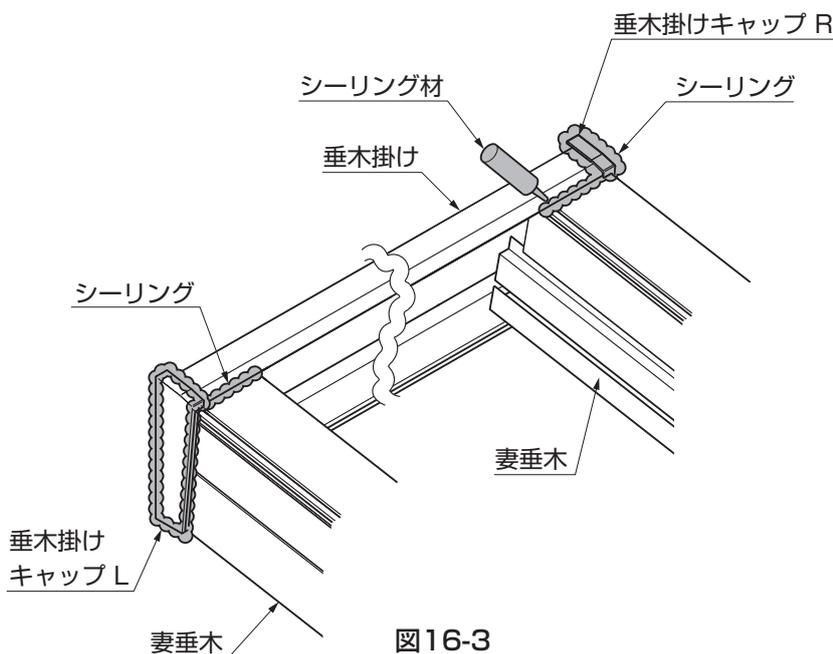

図16-3
③垂木掛けキャップのまわりに、シーリングをしてください。(図16-3参照)